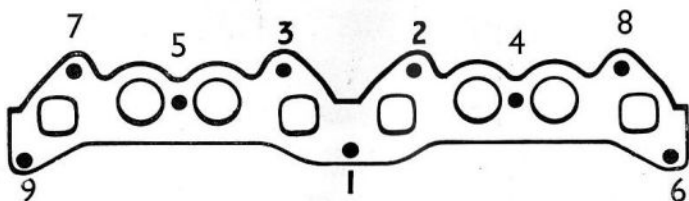

Bild 29.
1. Montera termostathuset och främre dekompressionsspaken med packning. Anslut åter kylarslangen ovanpå termostathuset och sätt fast kylarens förbindelsestag. Vidare skall vattenslangen (26) åter anslutas.
2. Skruva in insugningsgrenrörets pinnbultar och sätt fast insugnings- och avgasgrenrören (39) resp. (45) tillsammans med deras packningar. Drag till muttrarna så som föreskrives på bild 29.